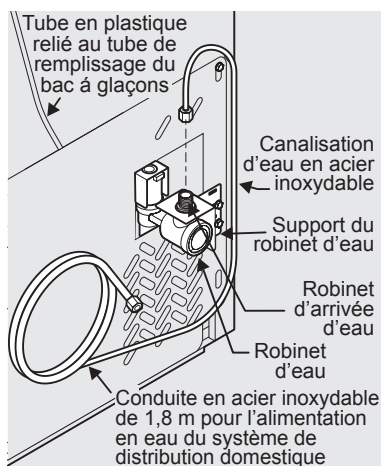

Figure 2
- Répétez les étapes 2 et 3 pour installer la porte du réfrigérateur. Assurez-vous que les trous des vis de réglage sont vis-à-vis de la porte du congélateur. (Reportez-vous à la figure 2.)
- L'écrou et la bague d'extrémité sont déjà assemblés sur le tube. Glissez l'écrou de compression dans l'entrée du robinet et serrez l'écrou de compression à la main dans le robinet. Serrez d'un autre demi tour avec une clé; NE PAS serrer trop fort. Voir Figure 2.